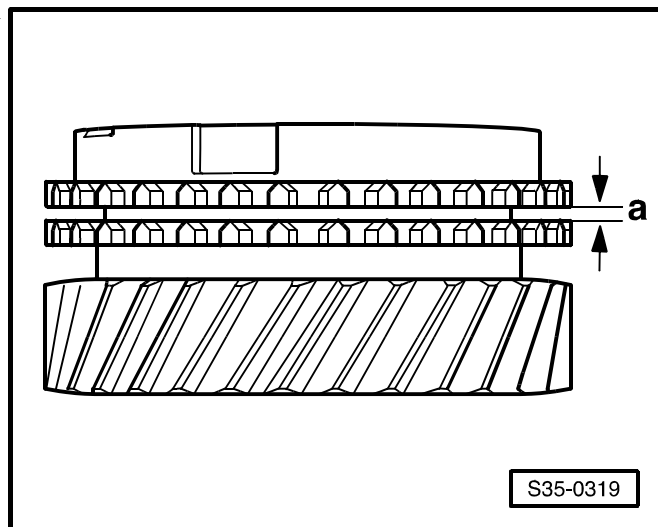

Рис. 12: Разборка и сборка скользящей муфты и каретки синхронизатора 5-ой и 6-ой передач
- разборка ⇒ Рис. 12 в **35-3** страница 7
- сборка скользящей муфты с кареткой синхронизатора ⇒ Рис. 12 в **35-3** страница 7 и ⇒ Рис. 13 в **35-3** страница 7
- положение для сборки ⇒ Рис. 12 в **35-3** страница 7